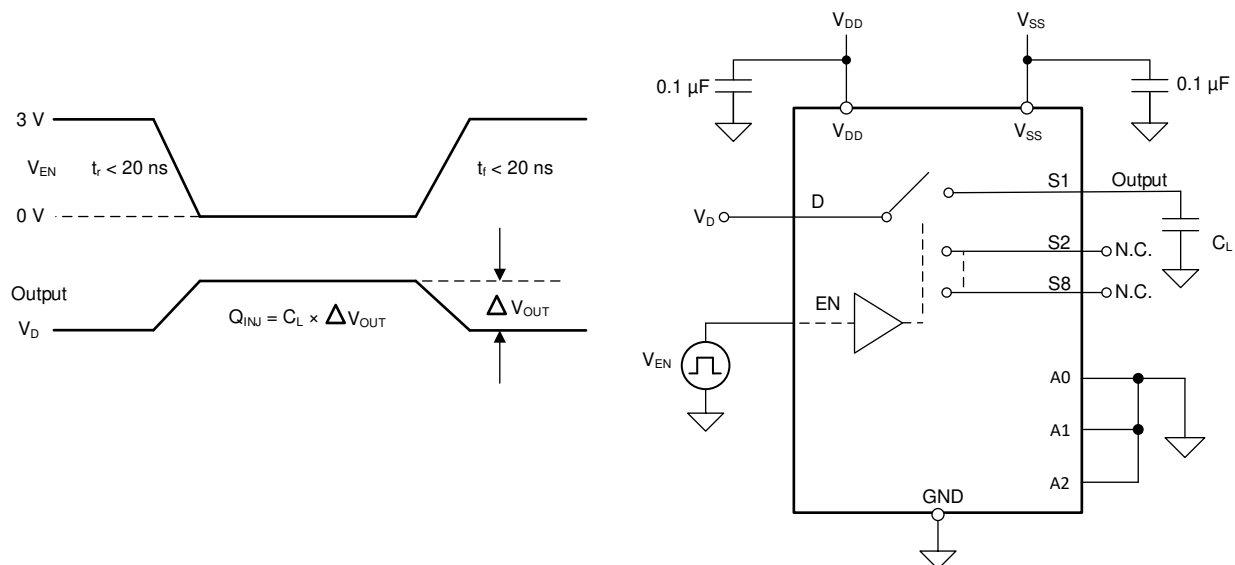

图 7-9. 电荷注入测量设置
TMUX7208M 具有传输门拓扑。NMOS 和 PMOS 晶体管之间电容的任何不匹配都会导致在栅极信号的下降沿或上升沿期间向漏极或源极注入电荷。注入器件源极或漏极的电荷量称为电荷注入，用符号 Q_{INJ} 表示。图 7-9 展示了用于测量从源极 (Sx) 到漏极 (D) 的电荷注入的设置。